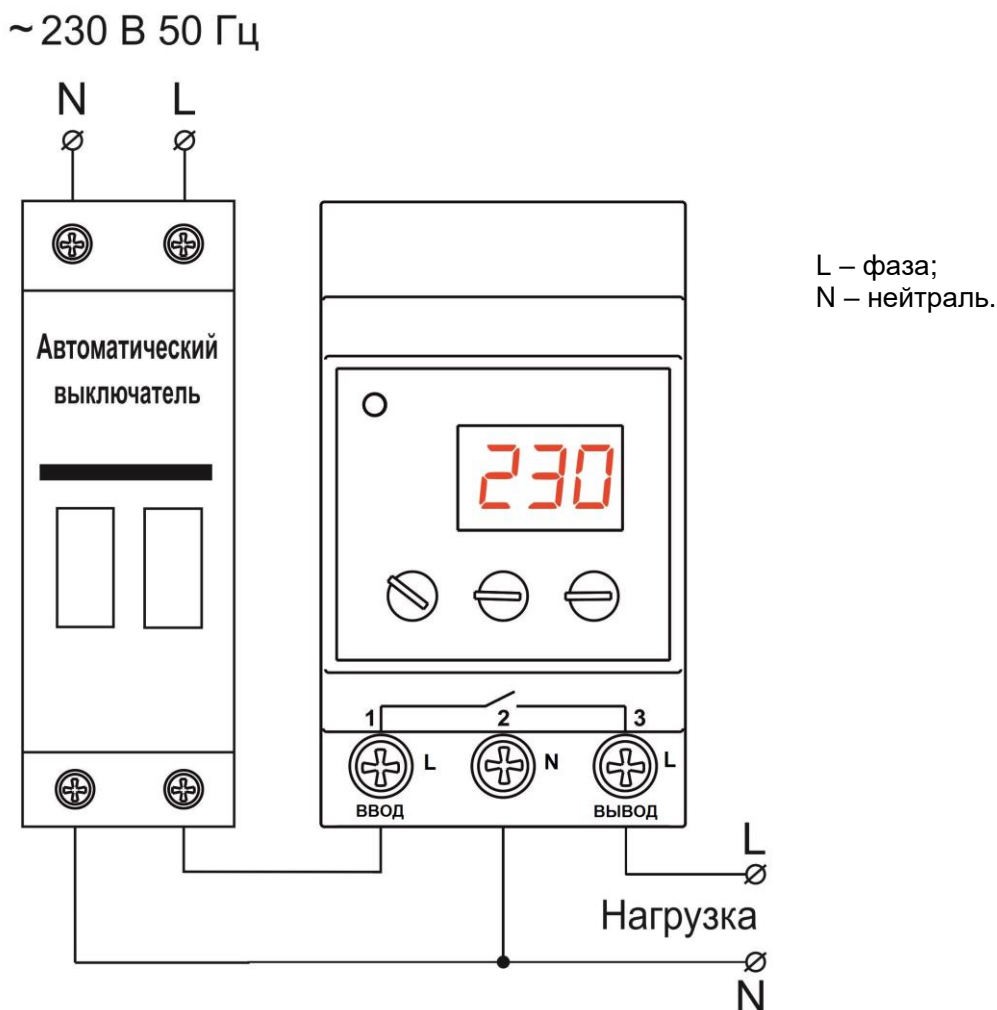

Рисунок 2 – Схема подключения РН-104(106)
5.2.2 Подключить изделие согласно схеме, указанной на рис.2 (без подключения нагрузки).
5.2.3 Проверить правильность подключения согласно схеме, указанной на рис.2.
5.2.6 **Отключить напряжение питания АВ**, подключить защищаемое оборудование к контактам 2,3 согласно схеме (рис.2).